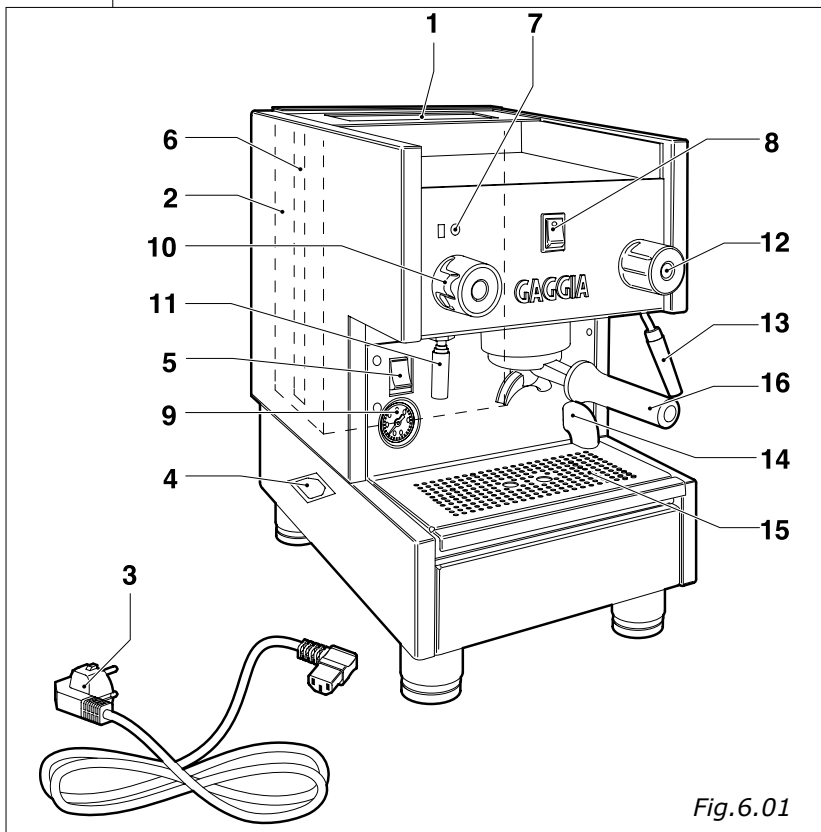
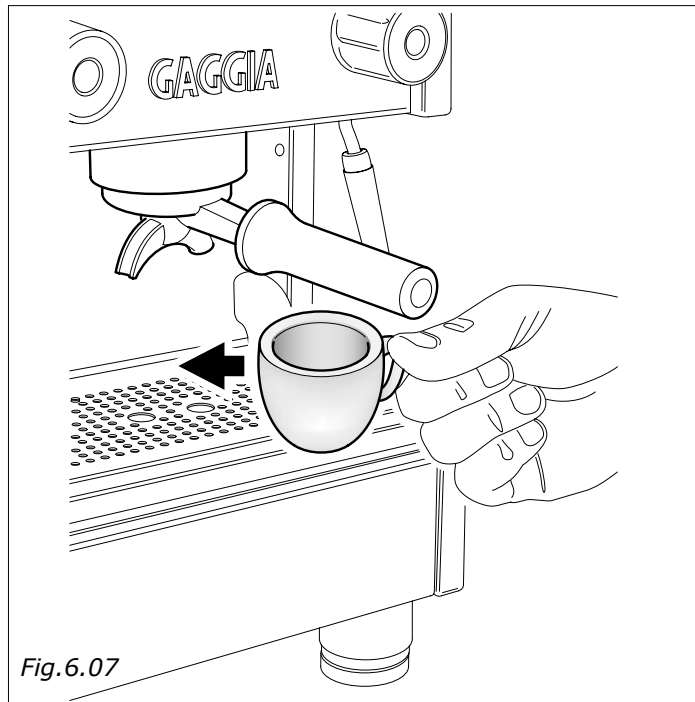

Fig.6.01
Fig.6.07
- El nivel automático se pondrá en función, junto con la luz testigo correspondiente (Fig.6.01-pos.8), hasta que el agua alcance el nivel normal en la caldera.
Dicha operación, sólo durante la primera carga, puede tardar un plazo bastante largo y determinar el bloqueo de la máquina; en ese caso, es necesario apagar la máquina y encenderla de nuevo, actuando en el interruptor general (Fig.6.01-pos.5).
- Luego esperen hasta que la máquina alcance la presión de ejercicio "1,2 - 1,3 BAR" controlando en el manómetro (Fig.6.01-pos.9) la presión de la caldera.
- Pongan una o dos tazas por debajo del porta filtro (Fig.6.07), posicionen el interruptor café (Fig. 6.01-pos.8) en "I" el café empieza a salir.